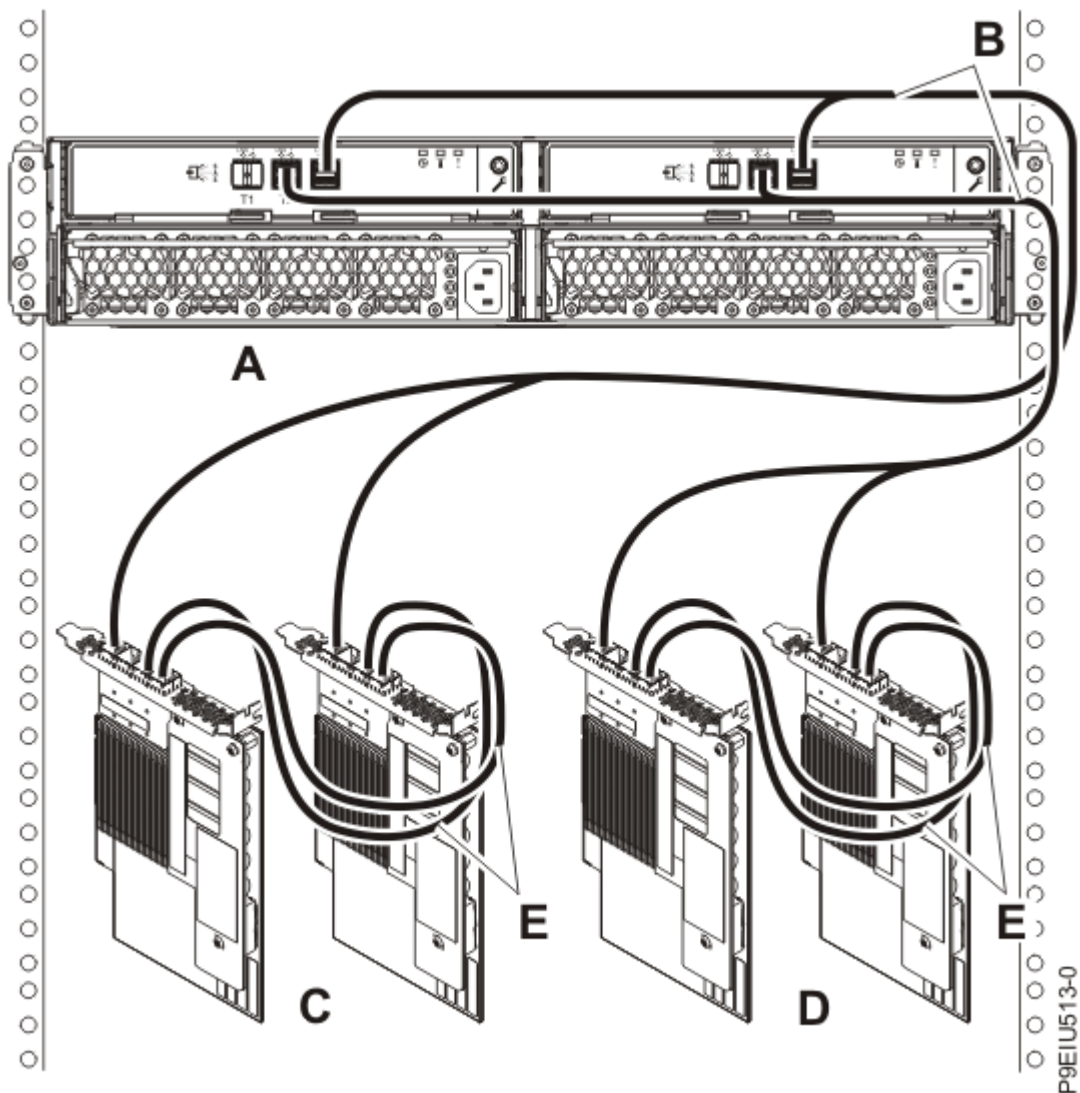

Рисунок 22. Подключение ESLS с помощью кабелей X12 к двум парам адаптеров SAS FC EJ0L или FC EJ14, соединенных кабелями AA (режим 2)
22. Подключите один корпус (A) с помощью кабелей X12 (B) к двум парам адаптеров SAS FC EJ0L или FC EJ14 (C и D), соединенных кабелями AA (E), в режиме 2 (см. Рисунок 22 на стр. 28). Затем перейдите к разделу “Подключение кабелей данных, кабелей питания и установка крышек” на стр. 30.